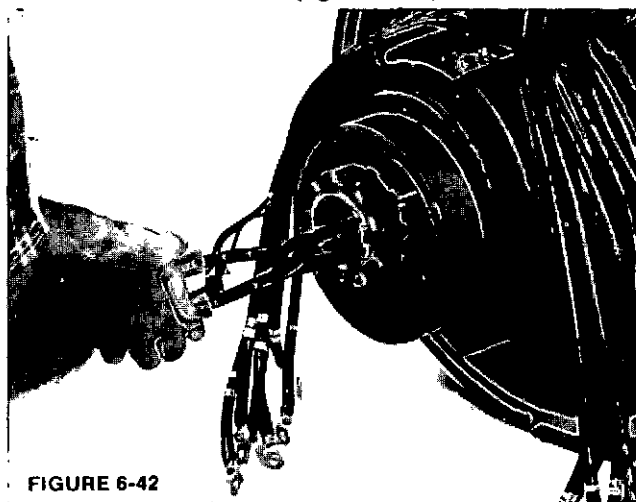

FIGURE 6-42
3. Mettre la rondelle élastique et le rotor du PMG sur l'extension d'arbre, et le fixer avec le clips. La rondelle élastique va repousser le rotor du PMG. Utiliser un tube de diamètre légèrement plus grand que celui de l'arbre pour repousser le rotor contre la rondelle élastique jusqu'à ce que le clips se mette dans la rainure (figure 6-42).